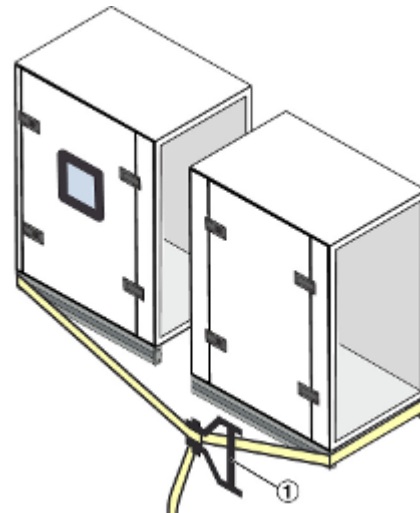

Abb. 14: Spanngurt anlegen, mit Grundrahmen
- 7 ▶ Einen Spanngurt an den Gerätegrundrahmen von 2 RLT-Bauteilen anlegen (Abb. 14).